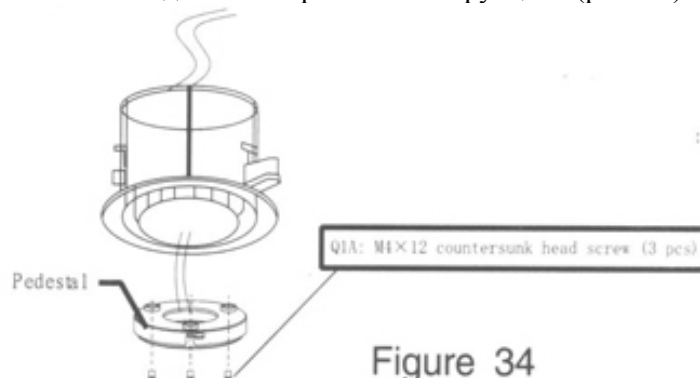

Figure 34
- 4) Скрепите «установочный пьедестал» с врезной конструкцией (рис. 34).